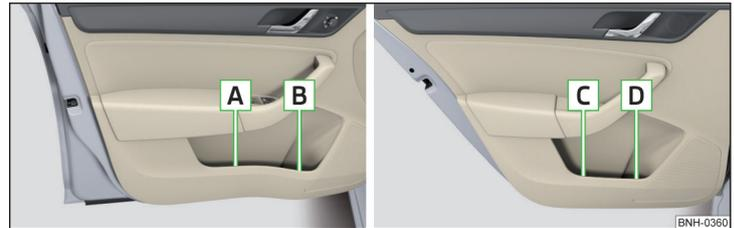

Abb. 68 Ablagefächer: in der vorderen Tür / in der hinteren Tür
**Ablagefächer** » Abb. 68
Das Ablagefach **A** » Abb. 68 ist ausschließlich zum Ablegen von Gegenständen zu verwenden, die nicht herausragen - es besteht die Gefahr der Einschränkung des Wirkungsbereichs der Seitenairbags.